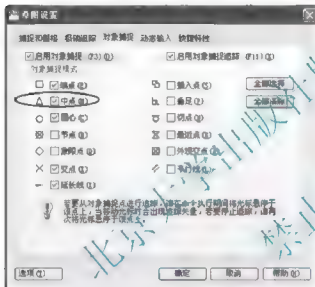

图 2.70 勾选【中点】复选框
- (3) 右击状态栏上的【对象捕捉】按钮,在弹出的快捷菜单中选择【设置】选项,打开【草图设置】对话框,勾选【中点】复选框,如图 2.70 所示。